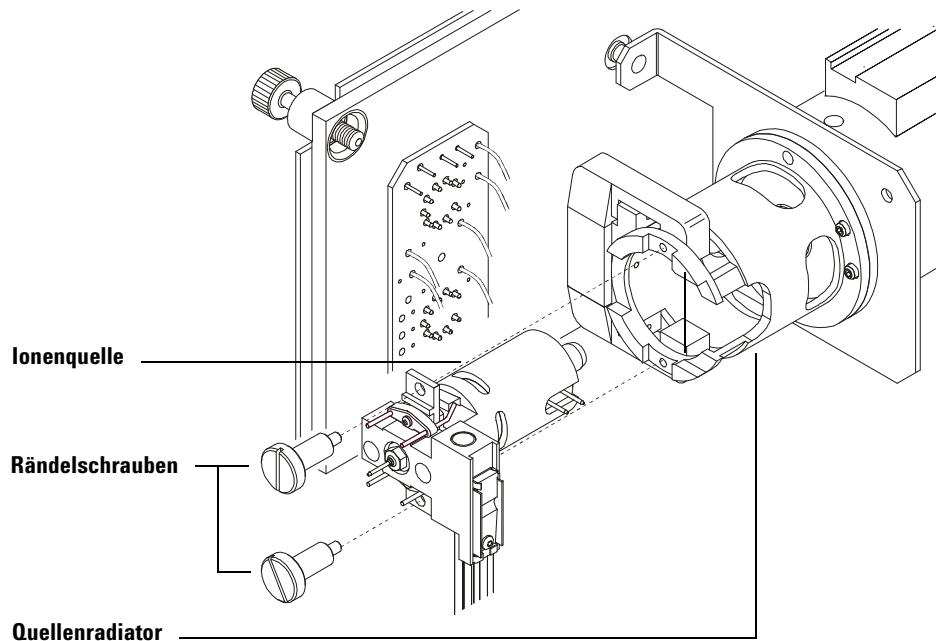

Abb. 33 Installieren der EI-Ionenquelle
- 1** Schieben Sie die Ionenquelle in den Quellenradiator (Abb. 33).